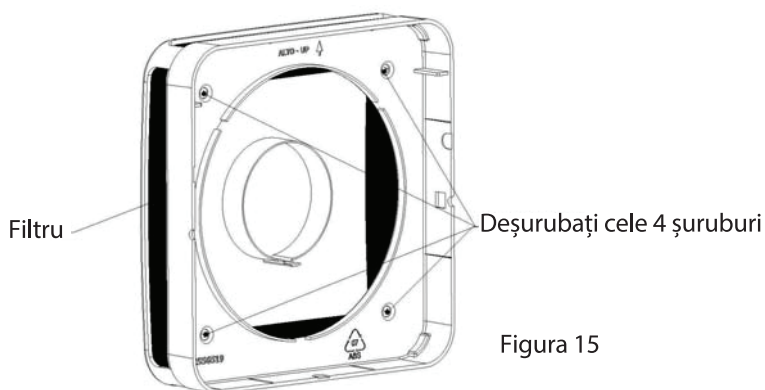

Figura 15
1. Schimbarea filtrului: după întreruperea circuitului de alimentare, scoateți capacul și deșurubați cele patru șuruburi, după cum se arată în figura 15. Curățați filtrul periodic prin scufundare în apă rece.